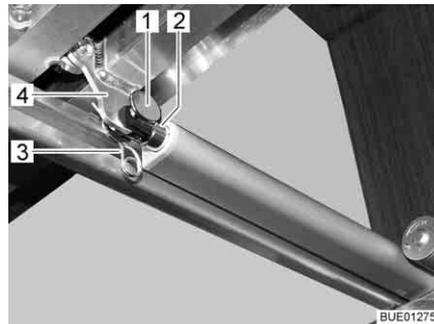

Fig. 112 Accionamiento
- Separar la unión (p. ej. perno y pasador elástico (Fig. 112,1 y 3)) entre la biela (Fig. 112,2) y el somier (Fig. 112,4).